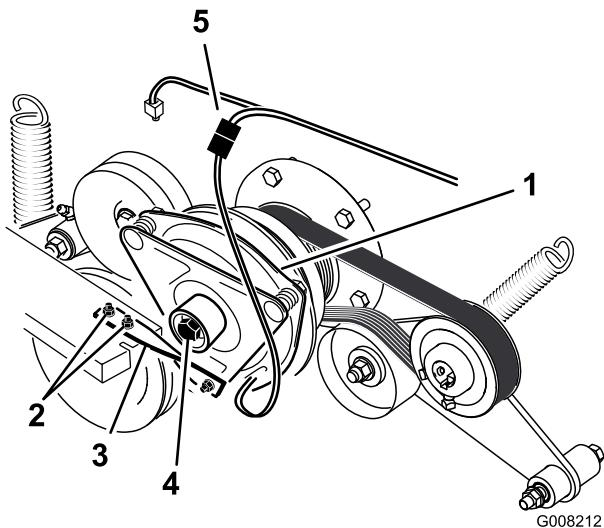

Figura 53
6. Scollegate la connessione elettrica della frizione (Figura 53).
7. Rimuovete i due bulloni che fissano la cinghia di gomma della frizione al telaio del tosaerba (Figura 53).
8. Rimuovete il bullone centrale che fissa la frizione all'albero motore e rimuovete la frizione e la chiave (Figura 53).
15. Tenendo l'albero a gomiti sulla parte posteriore della macchina, installate il bullone centrale e serratelo a 68 Nm (Figura 53).
16. Fissate la cinghia di gomma della frizione al telaio del tosaerba con i due bulloni e dadi precedentemente rimossi (Figura 53).
18. Collegate la connessione elettrica della frizione (Figura 53).